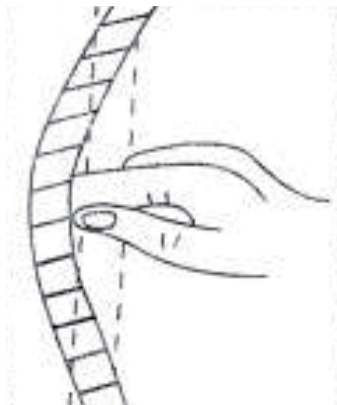

Рис. 5
7. Натисніть на ремінь рукою. Якщо ремінь встановлений правильно, він повинен прогнути не більш, ніж на 12,7 мм (рис. 5).